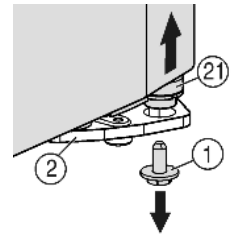

Fig. 6
- ▶ Unten rechts am Lagerbock die Sicherungsschraube Fig. 6 (1) herausdrehen.
- ▶ Der Lagerbolzen Fig. 6 (21) löst sich aus dem Lagerbock Fig. 6 (2).
- ▶ Falls sich der Lagerbolzen Fig. 6 (21) nicht löst, den Bolzen von unten herausdrücken.
- ▶ Sicherungsschraube Fig. 6 (1) unten in den Lagerbolzen eindrehen und festziehen (mit 4 Nm).